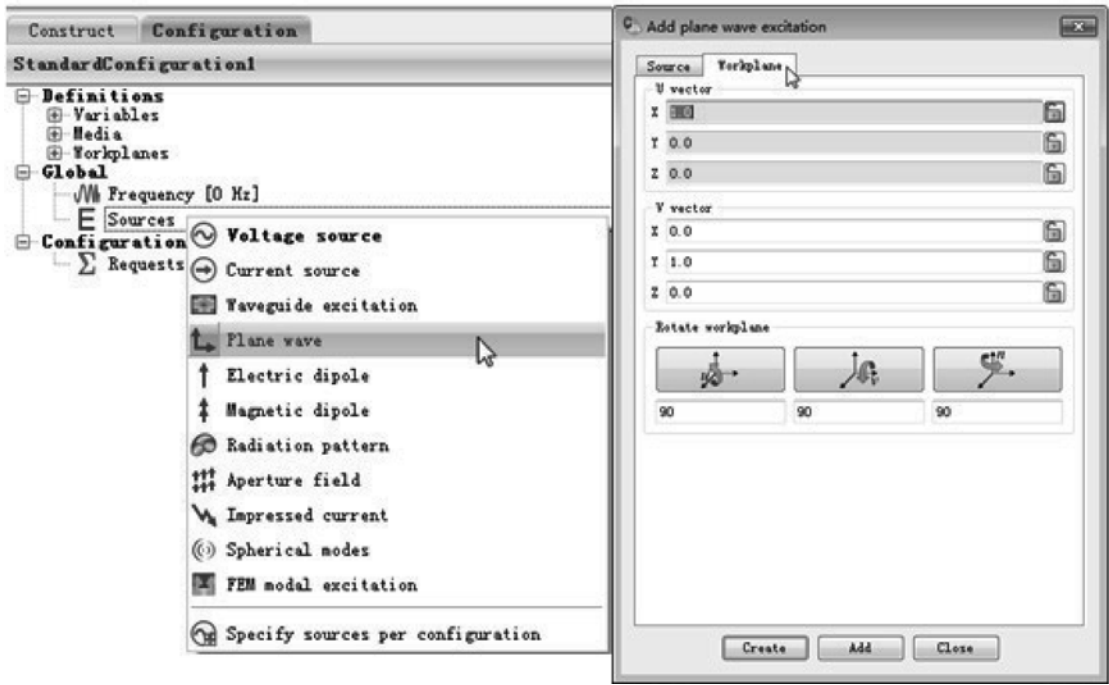

图 3-44 基于 Workplane 定义激励源
- 球面模式场——Spherical modes，如图 3-44 所示。